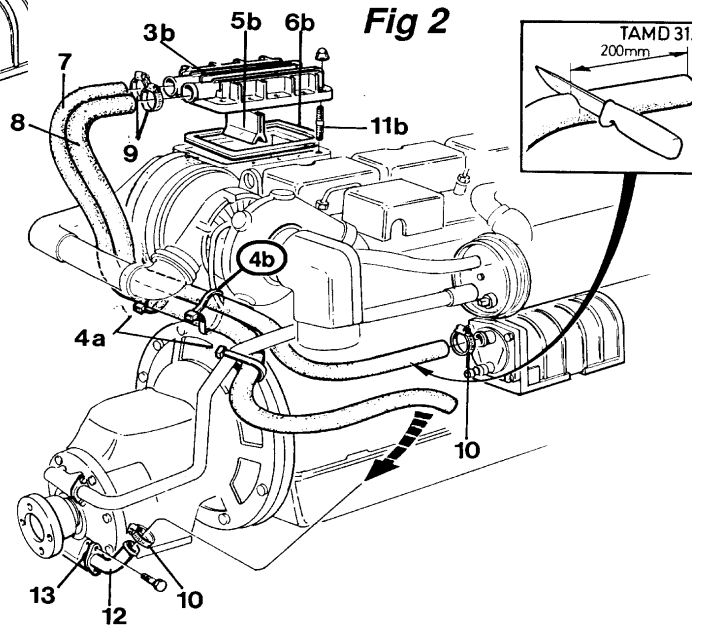

Fig 2
7. Montez le tuyau d'eau (12) avec bague étancheite (13) de refroidissement sur l'inverseur.
8. Montez le flexible (7) à partir du couvercle de l'échangeur vers le tuyau sur l'inverseur en tournant le flexible. Voir fig 2.